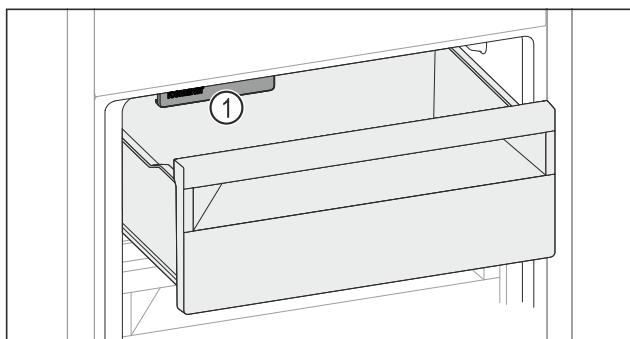

Fig. 182
- Слідкувати за функцією IceMaker Fig. 182 (1).